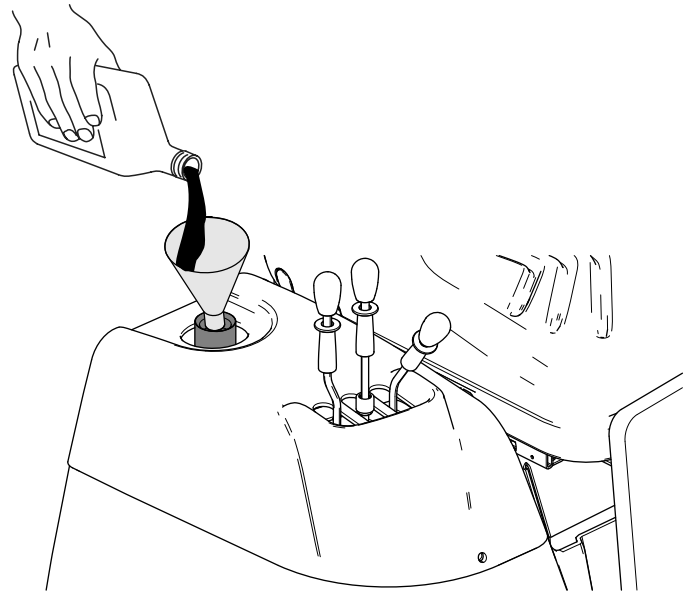

Figura 100
7. Dacă nivelul lichidului este sub marcajul inferior al jojei, adăugați uleiul hidraulic specificat în tubul de umplere (Figura 100) până când acesta se încadrează între cele 2 marcaje ale jojei.